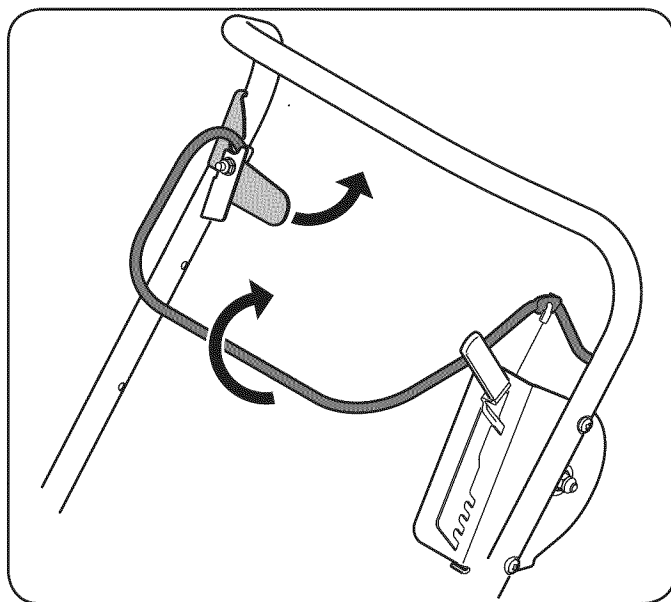

Figura 9
1. Libere el bloqueo del asa y engrane el asa de control de las cuchillas para arrancar las cuchillas. Vea la Figura 9.